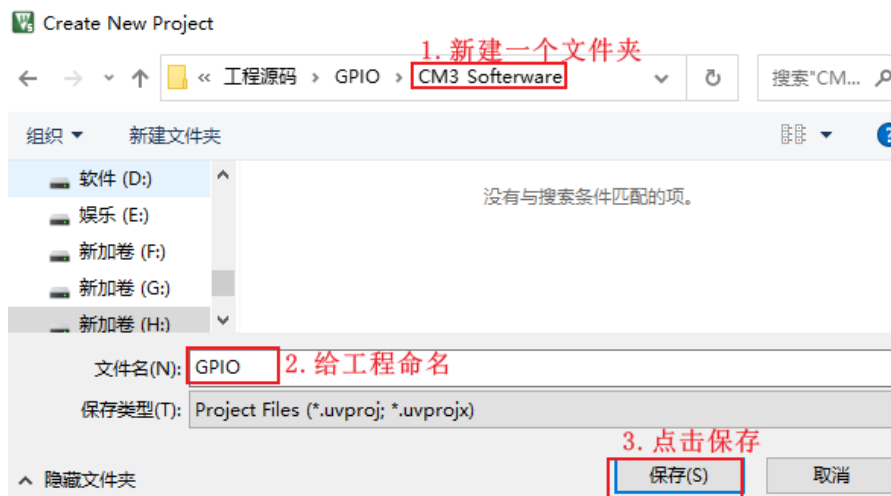

图 1.21 保存工程界面
2. 在弹出的保存文件的界面中, 新建一个 CM3_Software 文件夹, 用来存放 MDK 工程, 并将工程命名为 GPIO, 保存工程操作界面如下图 1.21 所示。